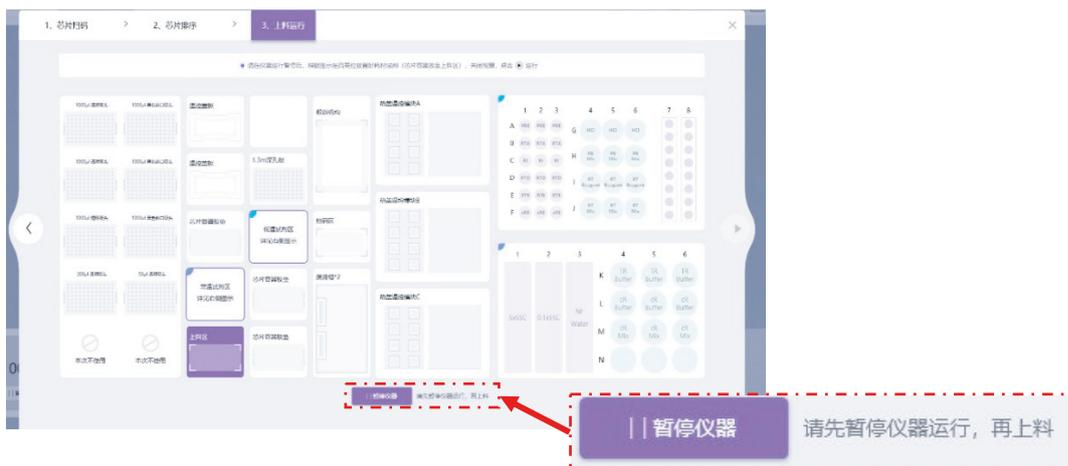

图 2-19 STOmics 软件流程暂停仪器多板上样界面
b. 多板上样运行：如图 2-19 所示，信息录入完毕，软件点击至上料运行页面后，点击页面中下方的“暂停仪器”按钮，打开舱门，将芯片容器放置在上料区，确认所有试剂耗材足够且放置无误，便可关上舱门，开始新一板的运行流程。